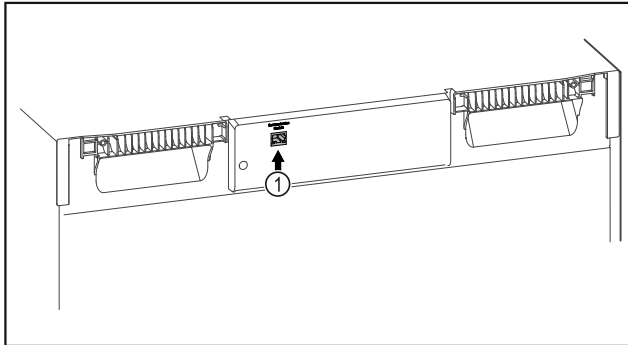

Fig. 111
- Използва се SmartModule Fig. 111 (1).